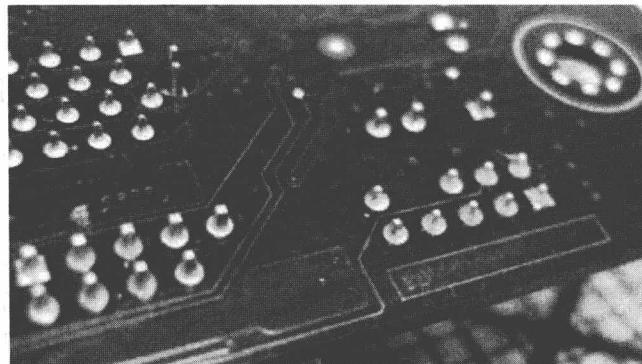

图 0-2 PCB 实现元器件的布线、电气连接、电绝缘
② PCB 实现集成电路等各种电子元器件之间的布线和电气连接或电绝缘；提供所要求的电气特性，如特性阻抗、高频微波的信号传输等，如图 0-2 所示。